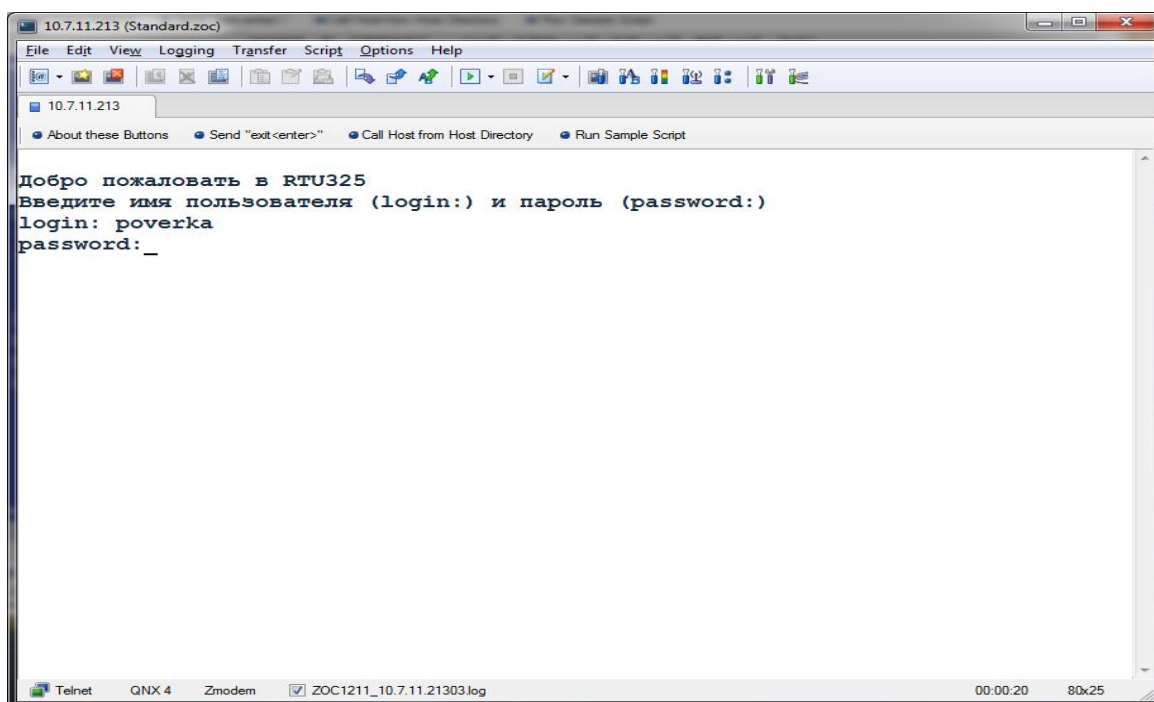

Рисунок 26
6.5.1.8. Войти в меню «Наладка» в пункт «Протокол поверки». В ответ на приглашение встроенного ПО ввести: Login: roverka, Password: p325 (рисунок 26)